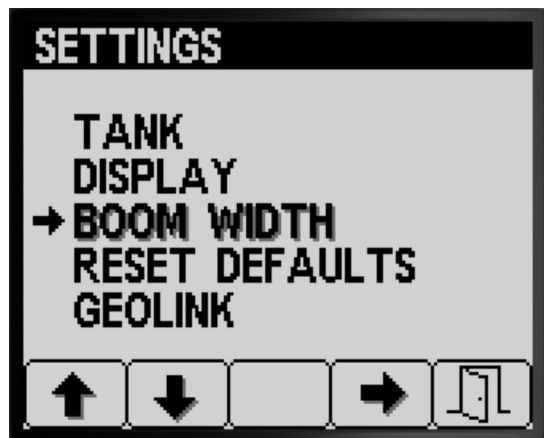

Figura 32
1. Premete il pulsante 2 sulla schermata Impostazioni fino a raggiungere l'opzione LARGHEZZA BARRE (Figura 32).
2. Premete il pulsante 4 per selezionare la voce LARGHEZZA BARRE (Figura 32).